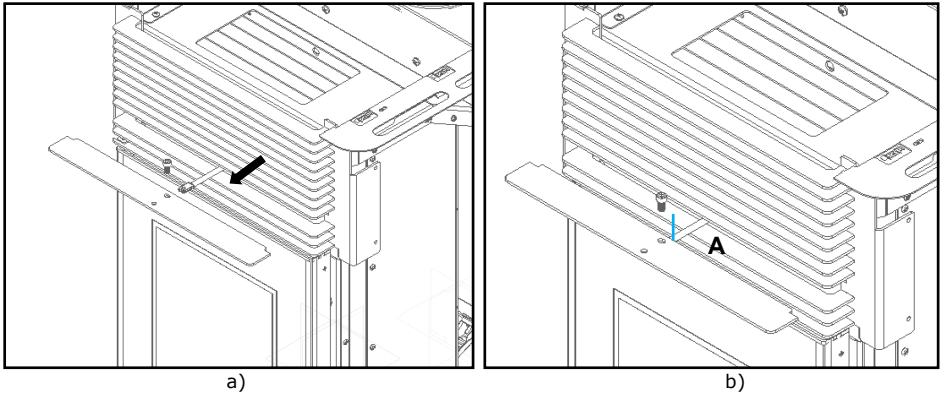

Figure 93 - Fixation de la plaque mobile à la tige de nettoyage
b) Ensuite, tirez la tige de nettoyage vers l'avant (Figure 93-a) le trou de la tige doit coïncider avec le trou de la plaque et les unir avec une vis **A** (DIN 7991 M6x10).